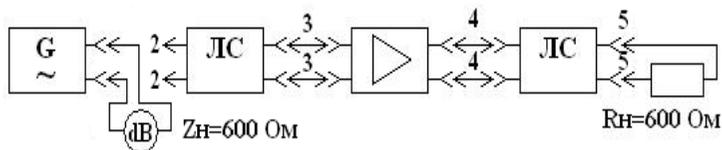

Рис. 5.3. Схема измерений уровней сигнала в «разрез»
5.15. Собрать схему для измерения уровней “в разрез” (рис. 5.3).